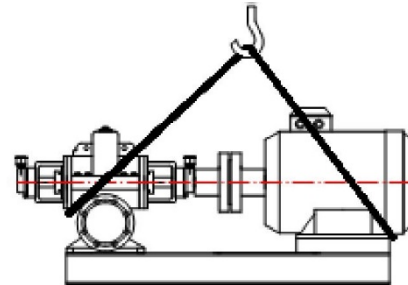

Рис. 3: Транспортировка насосной
- Установите насос на бетонное основание, как показано на рис. 3.